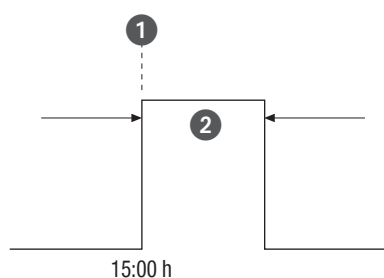

Fig. 30: Comutação por impulso
- (Fig. 30/①) Hora de início
- (Fig. 30/②) Duração = Comutação ON